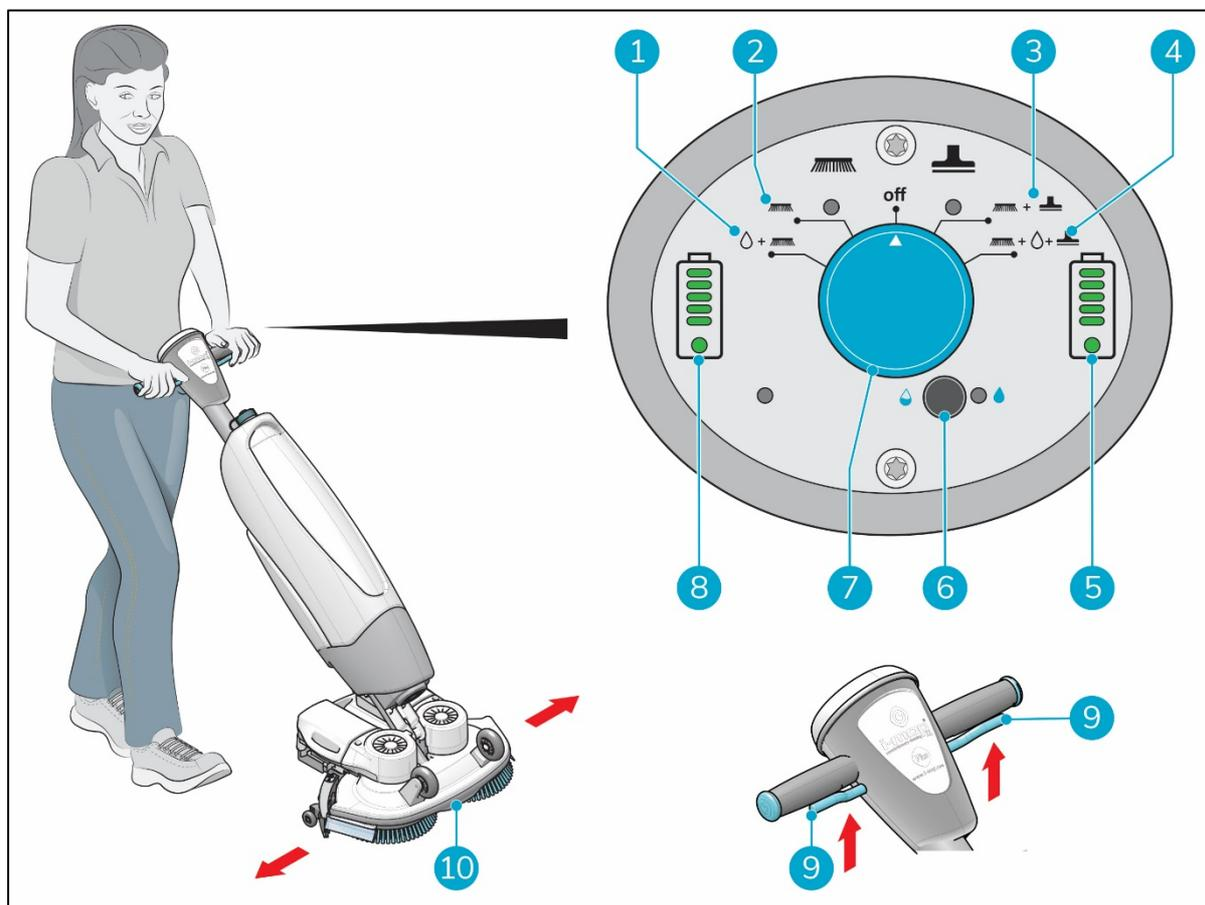

Abbildung 17
5. Wählen Sie den Reinigungsmodus mit dem Hauptschalter (Figure 17, Pos. 7). Dadurch wird der i-mop XL pro zugleich eingeschaltet.
- MODUS 1: Bürste + Wasser/Reinigungslösung (Figure 17, Pos. 1)
- MODUS 2: Nur Bürste (Figure 17, Pos. 2)
- MODUS 3: Bürste + Sauger (Figure 17, Pos. 3)
- MODUS 4: Bürste + Wasser/Reinigungslösung + Sauger (Figure 17, Pos. 4).
7. Ziehen Sie den Auslöser am Griff (Figure 17, Pos. 9).
10. Sie können lenken, indem Sie den Griff leicht nach links oder rechts drehen und so das Bürstendeck führen (Figure 17, Pos. 10).
11. Sobald Sie den Auslöser (Figure 17, Pos. 9) loslassen, stoppt der i-mop XL pro. Der Saugmotor stoppt nach 3 Sekunden.